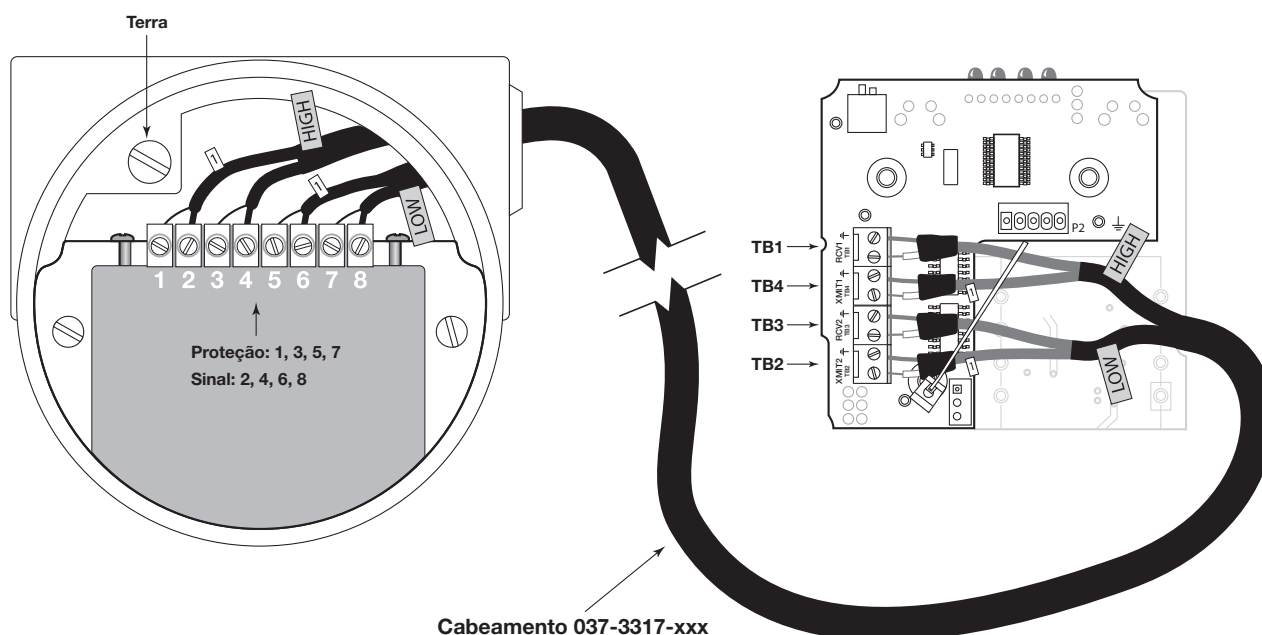

Figura 11
Os instrumentos Modelo 962 com montagem remota têm o algarismo “1” no 8º dígito do número do modelo (962-XXXX-1XX). O cabo 037-3316-XXX já vem pré-conectado de fábrica na extremidade do sistema eletrônico, e preso com uma braçadeira. A outra extremidade do cabo é conectada pelo usuário dentro do invólucro do sensor remoto no terminal bloqueado marcado com um rótulo azul 1 2 3 4 5 6 7 8. Veja Figura 11 para terminações apropriadas.
NOTA: o cabeamento 037-3317-XXX é conectado pelo fabricante na extremidade do sistema eletrônico. As conexões TB1, TB2, TB3 e TB4 estão exibidas abaixo na Figura 11 para o caso dos cabos precisarem ser recolocados.
4. Consulte a Figura 11. Conecte os fios aos terminais (+) e (-) na borneira. Pode ser usado cabo sem blindagem (shield). Se for usado cabo com shield, fixe o shield no parafuso de cabeça verde.